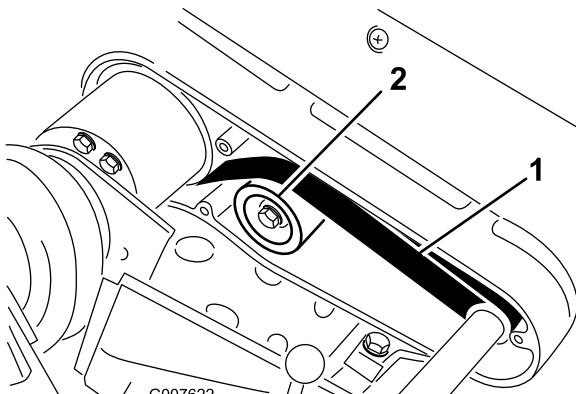

Figura 45
2. Verifique a tensão pressionando a correia a meio curso entre as polias (Figura 45) com uma força de 22 a 26 N.
- A. Desaperte a porca de montagem da polia intermédia e incline-a para o lado de trás da correia até que obtenha a tensão desejada da correia (Figura 45).